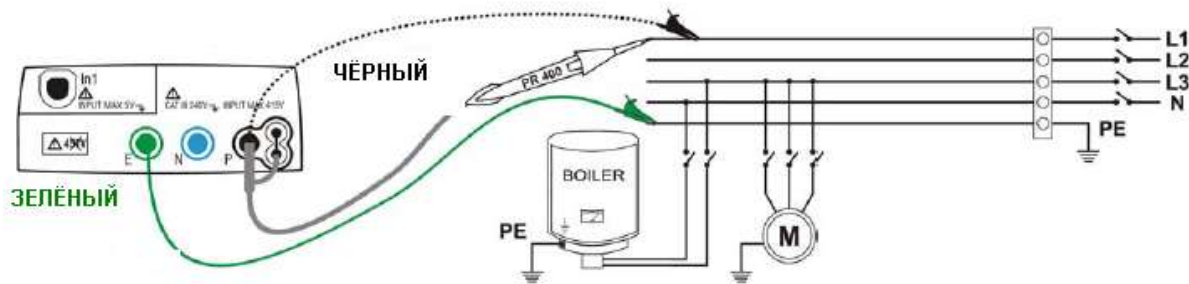

Рис.8: Прибор подключен к сети при помощи отдельных измерительных проводов и опционального щуп-пробника
соединения с гнездом **P** прибора одного из штекеров многополюсного соединителя. Данные схемы подключения изображены на рис. 8 и рис.9
6. Подключите измерительные провода к объекту тестирования как изображено на рис. 8 и рис.9